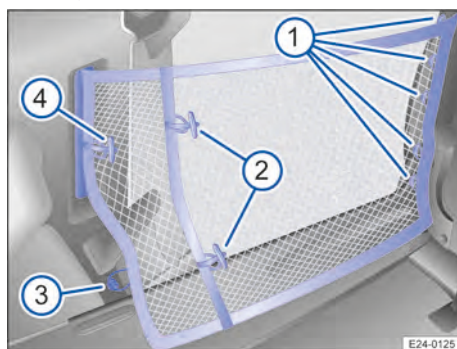

Abb. 162 Rückhaltenetz eingehängt bei aufgestellter Trennwand.
Bei Verwendung in Sitzposition: nur bis zu den ersten Knebelverschlüssen entfalten → Abb. 162 ②.
3. Bei Verwendung in aufgestellter Position: Die Halteösen in die Halterungen am Sitzgestell → Abb. 162 ① einhängen.
4. Hinteren unteren Teil des Rückhaltenetzes in die Halterung am Seitenteil → Abb. 162 ③ einhängen.